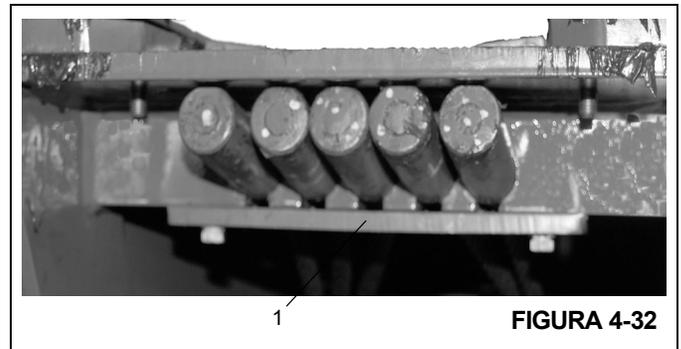

FIGURA 4-32
3. Remova os dois parafusos que fixam a placa de retenção do cabo de extensão (Figura 4-32, 1) na parte traseira da seção volante. Remova a placa de retenção e as cinco extremidades dos cabos de extensão das fendas na seção volante.